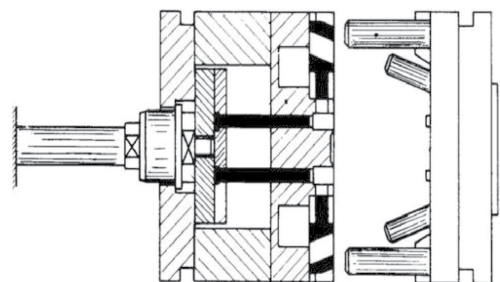

Figura 3 - Figure 3 - Abbildung 3
- 3) Prima di effettuare la chiusura dello stampo, il perno agganciato all'estrattore della macchina consente, tramite il corpo del dispositivo, il ritorno del tavolino nella posizione di sicurezza. A questo punto è possibile eseguire la chiusura dello stampo, senza che i carrelli interferiscano con gli estrattori (vedere figura 3).